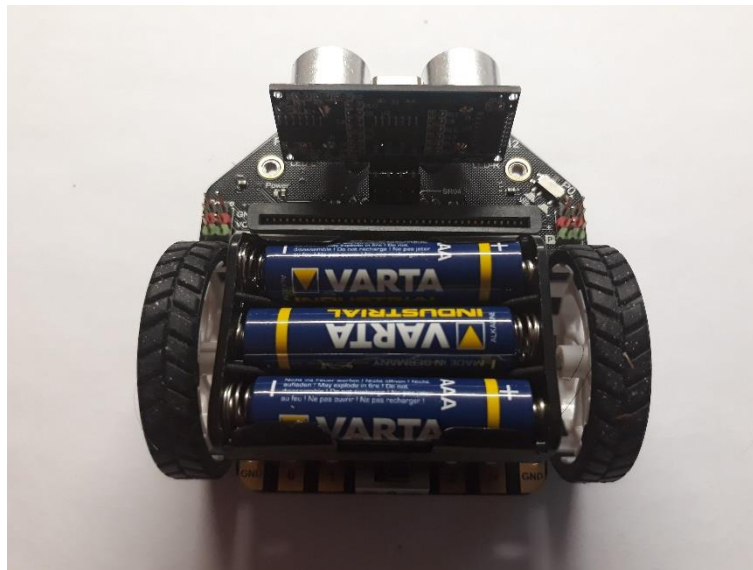

Fig. 23 : Position des piles dans leur boîtier.
8. Insérer les piles dans le boîtier à piles (fig. 23).